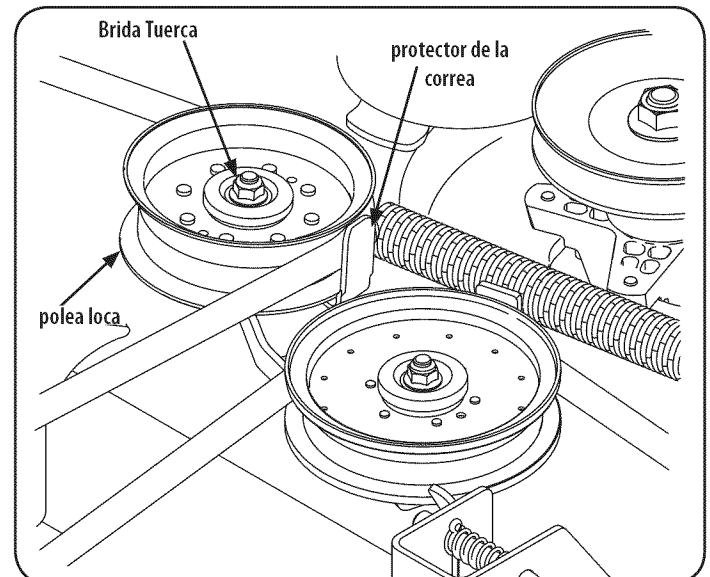

Figura 37
3. Afloje, pero no quite, la polea loca móvil y protección de la correa por solo aflojar la tuerca de seguridad con brida de fijación de la polea loca para el brazo tensor. Ver Figura 37.
- Coloque la correa alrededor de las poleas locas que retiró en el paso 3. Una vez en su lugar, vuelva a apretar la tuerca de seguridad con brida de la polea tensora para asegurar el conjunto. Ver Figura 37.